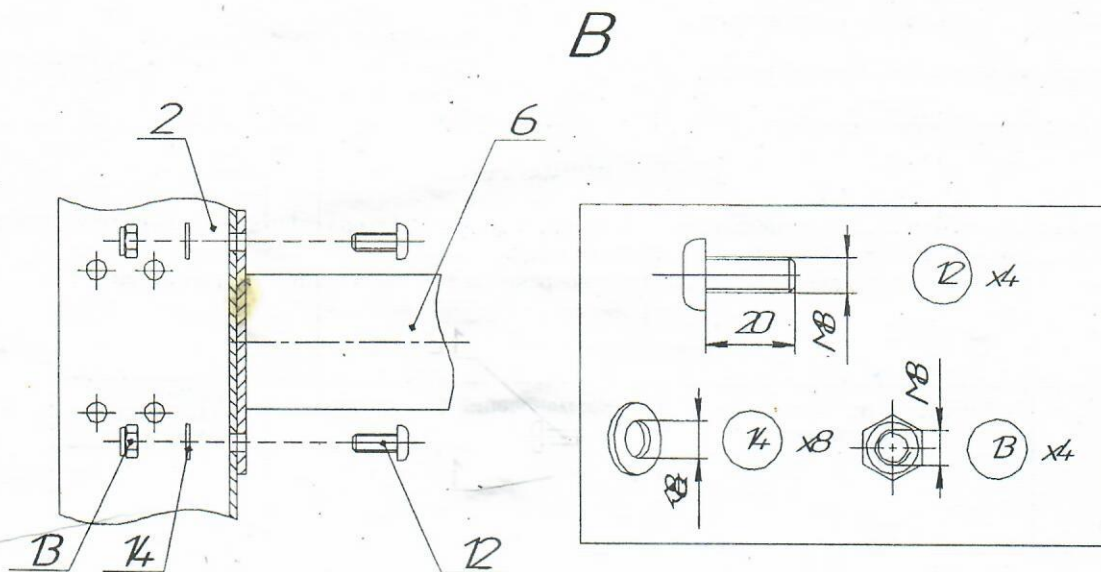

Рис.9
10.3.3.3 Установить опору ножную (рис.9).